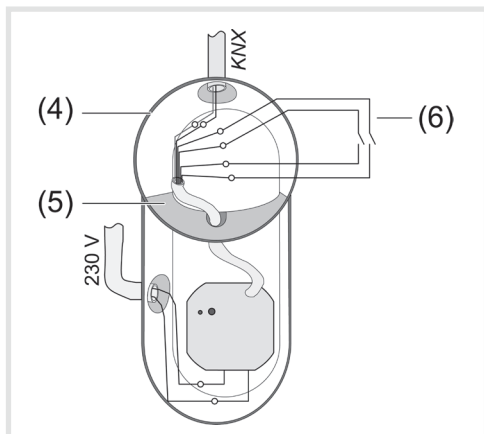

Figure 3 : Montage dans un boîtier d'appareillage
**Ne pas placer les bornes de bus, de postes auxiliaires et de connexion de tension de service dans un logement de raccordement commun. Utiliser une boîte d'encastrement équipée d'une cloison de séparation solide ou des boîtes séparées (figure 3).**